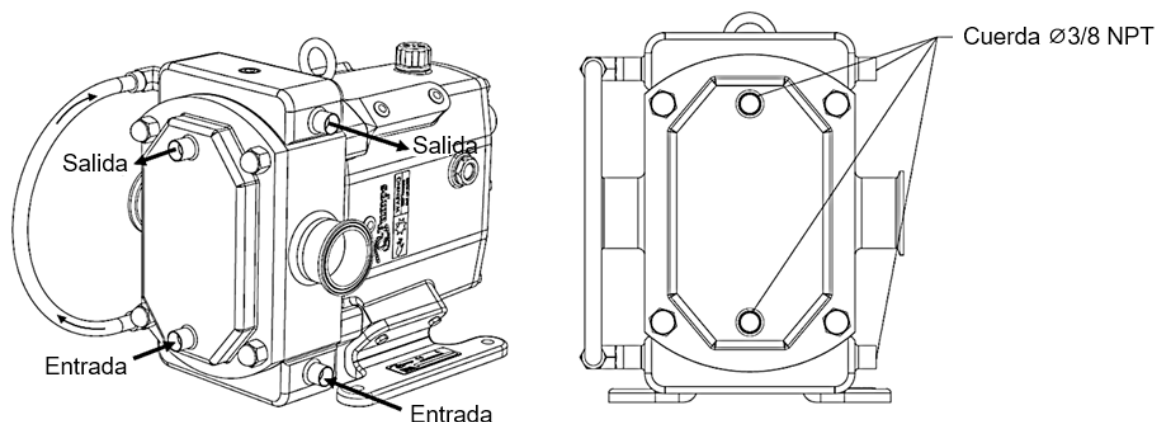

Figura 65: Chaqueta térmicas
3. Instale el nuevo o-ring en la ranura de la cubierta y deslice la cubierta sobre los birlos (Figura 63, A). Inspeccione visualmente para asegurarse de que el o-ring de la cubierta permanezca en su lugar. Con una llave adecuada, enrosque las tuercas de la cubierta en los birlos y apriételas de manera cruzada como se ve en la Figura 65, de modo que la cubierta quede apretada uniformemente al cuerpo.
La opción de cubierta y carcasa enchaquetada (Figura 65) permite que el fluido de calefacción o refrigeración circule alrededor del extremo del fluido de la bomba para satisfacer las demandas de ciertos productos. Este fluido (medio) puede precalentar o enfriar el producto y mantener la temperatura durante el funcionamiento y las paradas cortas. La cubierta enchaquetada no es un intercambiador de calor y no está diseñada para controlar principalmente la temperatura del producto. Póngase en contacto con Q-Pumps para obtener información sobre el reemplazo.